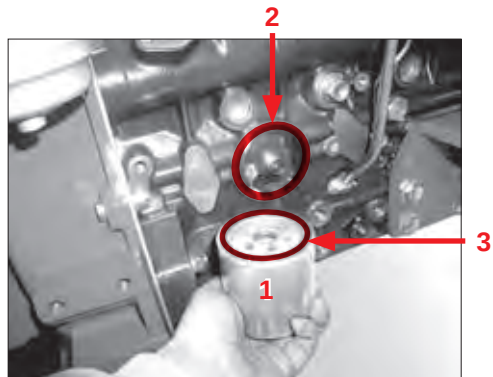

Fig. 72
2. Skru motoroliefilteret Pos. 1 (Fig. 72) af.
3. Rengør tætningsfladen til filterholderen Pos. 2 (Fig. 72).
4. Smør gummitætningen til det nye motoroliefilter pos. 3 let med olie (Fig. 72).